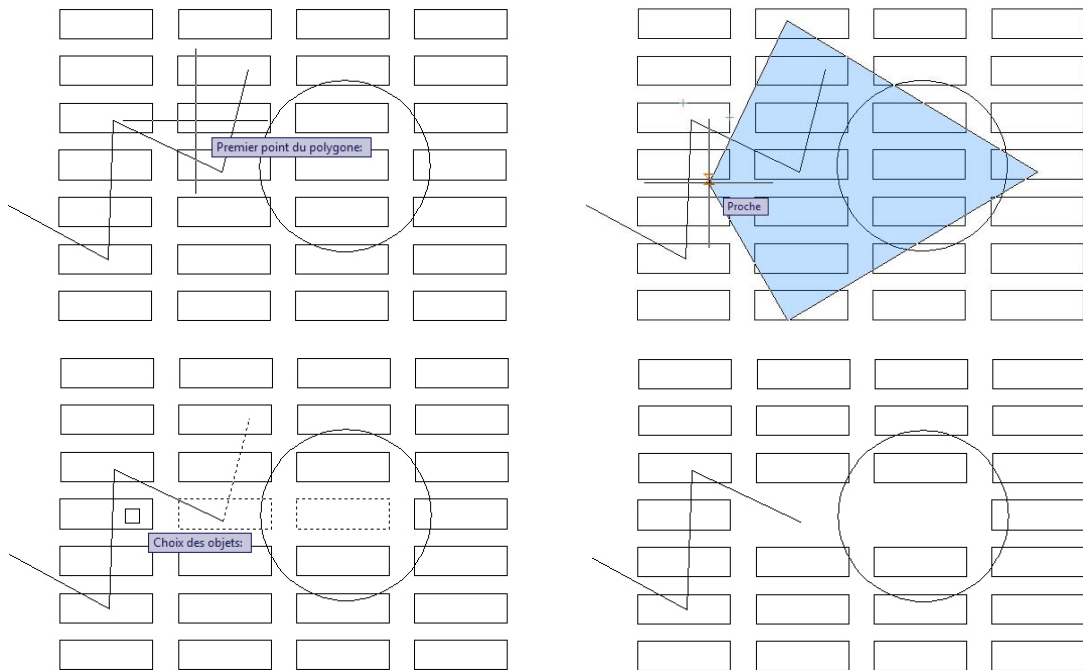

Figure 3.88
2. Sélectionnez le premier point du polygone (voir Figure 3.88, de gauche à droite et de haut en bas).
4. On obtient un dessin amputé d'une partie de ses objets (voir Figure 3.88, en bas à droite).